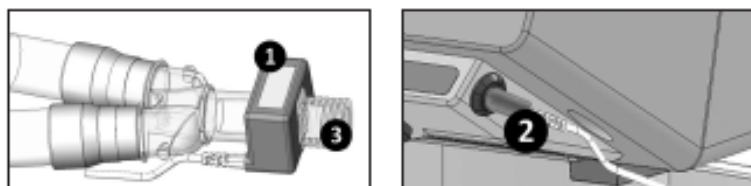

Fig. 14-1 À esquerda: o capnógrafo conectado à peça em Y do circuito do paciente. À direita: cabo do capnógrafo conectado ao ventilador.
- Coloque o cabo conector do capnógrafo no ventilador, como mostrado à direita da Fig. 14-1.